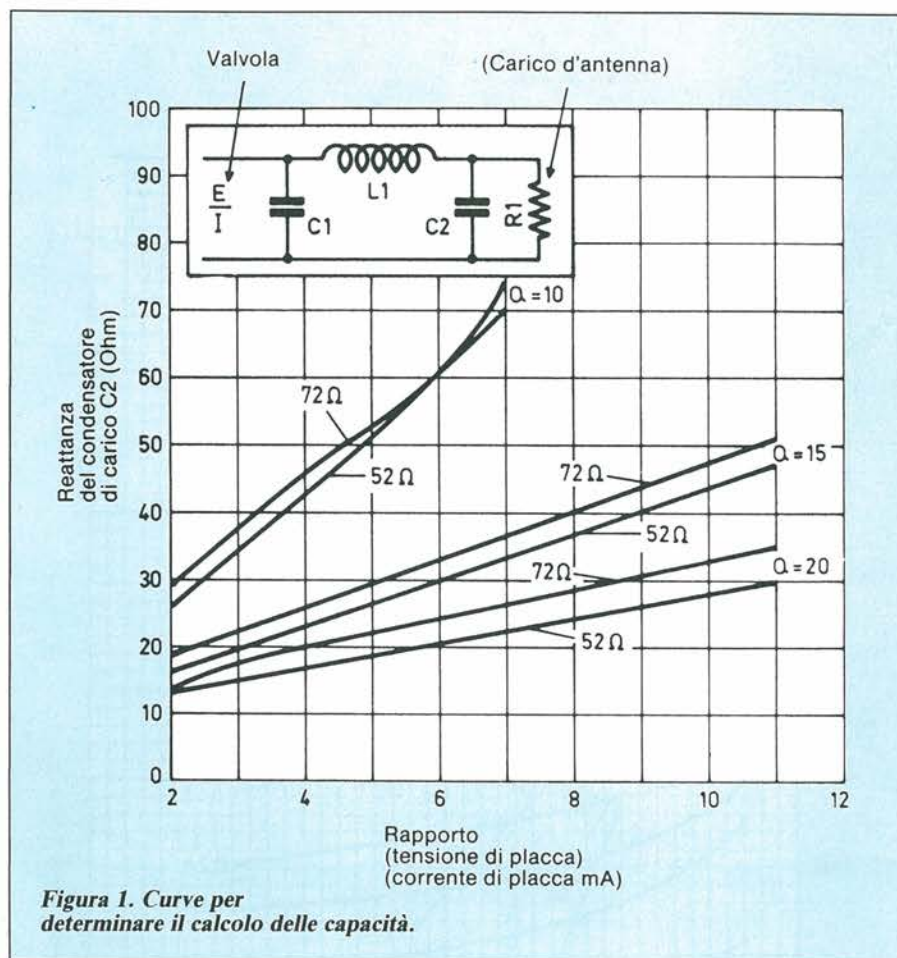

Figura 1. Curve per determinare il calcolo delle capacità.
Figura 1 sarà possibile evitare calcoli laboriosi e determinare le capacità necessarie per adattarsi alle normali impedenze d'antenna.
**Figura 1. Il segnale video-composito contiene le informazioni di luminanza e crominanza nonché gli impulsi di sincronismo orizzontale. (Dall'alto in basso: Luminanza / Back-porch / Sottoportante croma / Burst colore / Sincronismi orizzontali).**